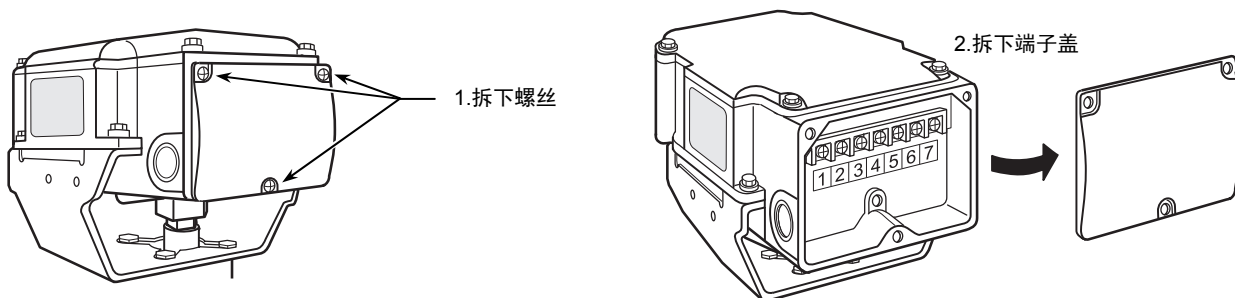

图9 端子盖
- (2) 请卸下端子盖上的3个固定螺丝(M4×10)，并拆下端子盖。(参照图9)